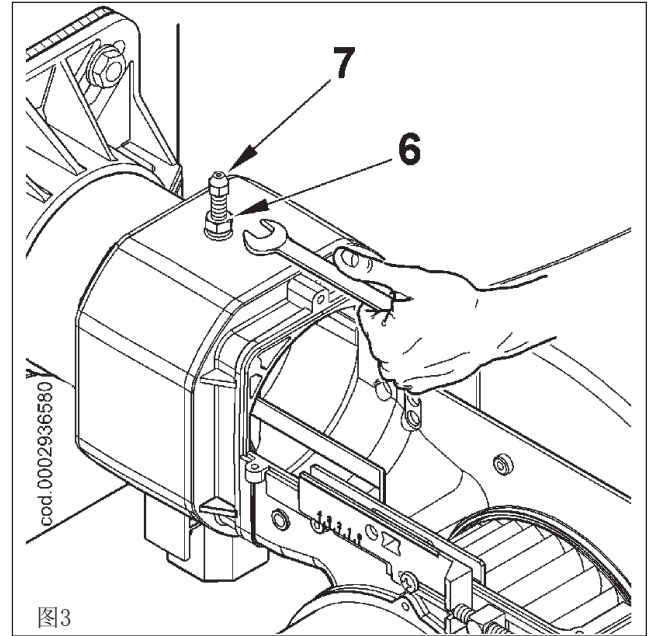

图3
- 3) 在松开螺母(6)后，移开在混合单元上的锁定螺母(7) (图 3)。